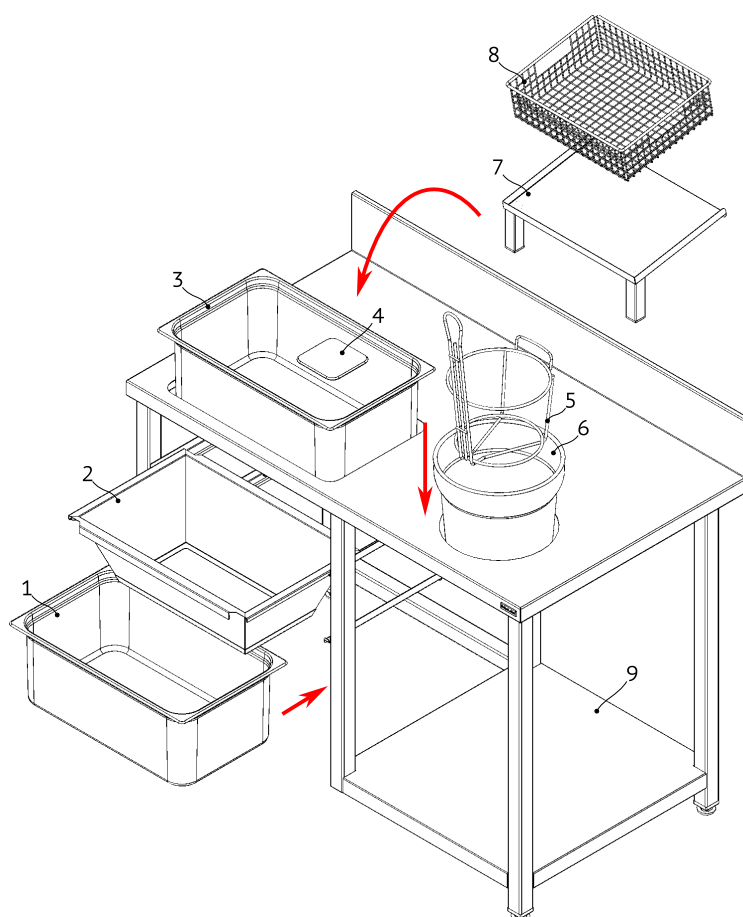

Рисунок 1
Изделие состоит из следующих основных компонентов, см. Рис. 1:
5. Установите комплектующие в стол, см. Рис. 1.
1. Разберите изделие на составные части, как показано на Рис. 1.